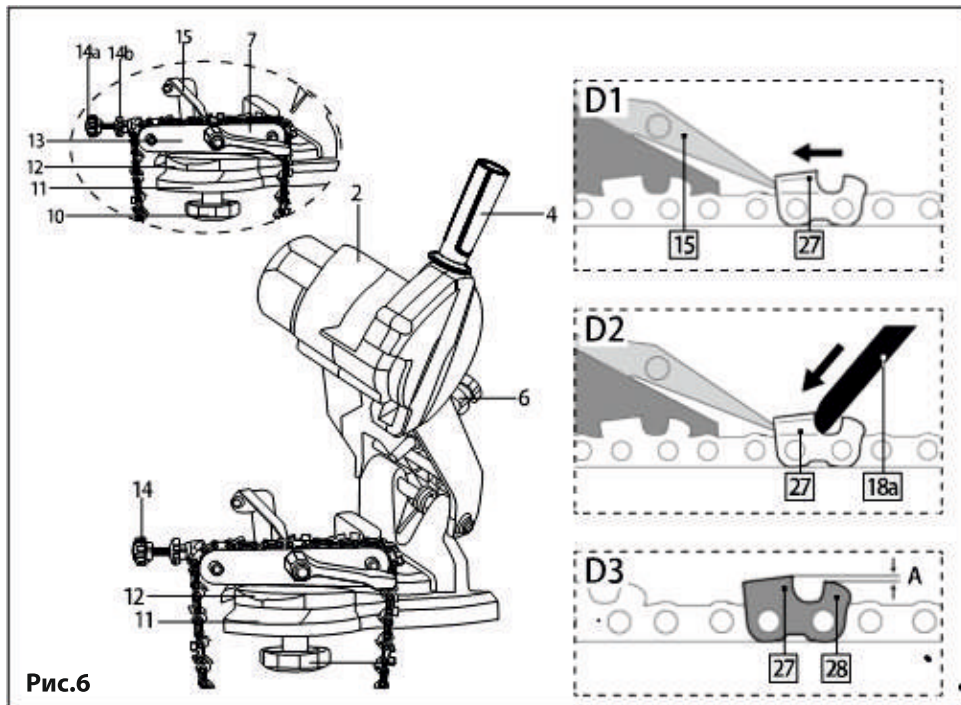

Рис.6
**Установка пильной цепи** (рис.6)